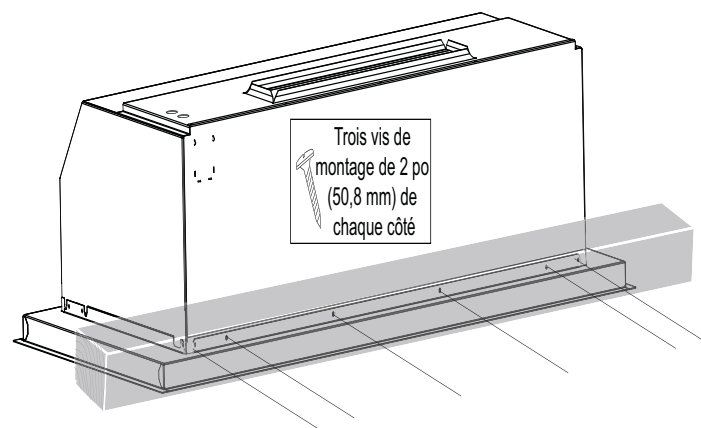

Figure 37 : Vis latérales des modèles VCIB
- Fixez l'arrière du boîtier à l'aide de six vis de montage de 2 po (50,8 mm), comme illustré sur la Figure 37.